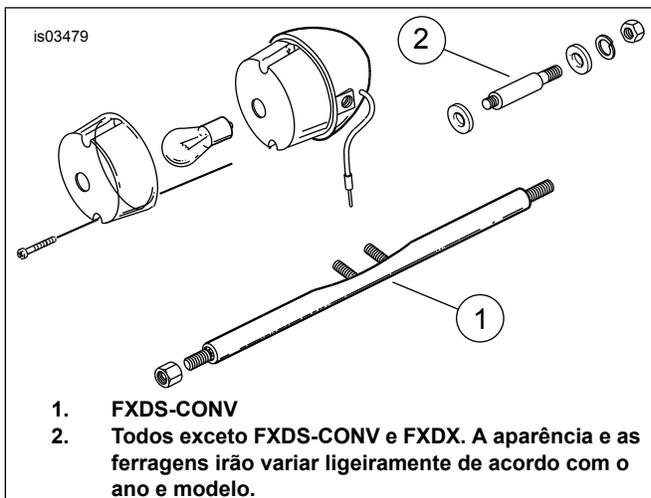

Figura 5. Todos (suportes estilo tubo típico)
Para modelos XL equipados com suportes estilo Tubo, veja a Figura 5 para as instruções de instalação.
Para modelos Dyna equipados com suportes estilo Tubo, veja a Figura 5 para as instruções de instalação.
Para modelos Softail equipados com suportes estilo Tubo, veja a Figura 5 para as instruções de instalação.
3. Veja a Figura 5. Remova a estrutura da lanterna do suporte do pisca-pisca. Guarde as ferragens. Descarte a lanterna.